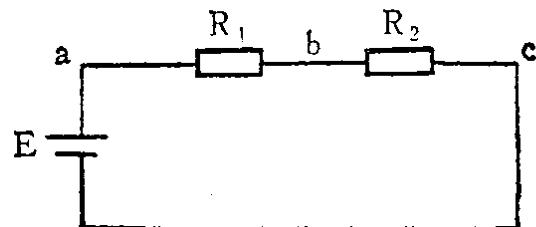

图 1-1 电压和电位
3) 电压、电位和电位差 在负载电路中，之所以有电流产生是因为电荷受电场力的作用。在图 1-1 中，电场力将单位正电荷由电路中的  $a$  点移到  $b$  点所做的功，称为  $a$ 、 $b$  两点之间的电压，用  $U_{ab}$  表示，单位是伏特，简称伏，用 V 表示。
在图 1-1 中，若选  $c$  为参考点，则电路中各点的电位为：